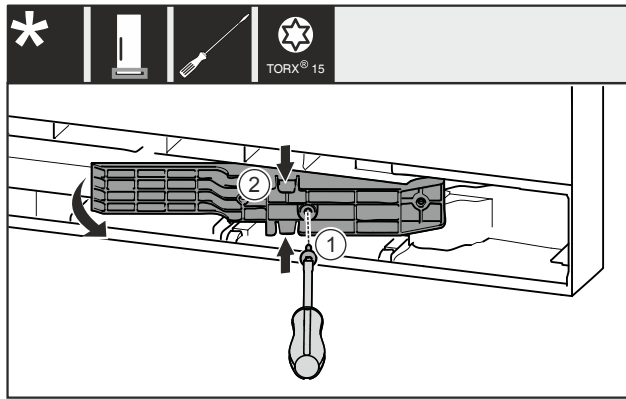

Fig. 11 \*
- Schraube Fig. 11 (1) entfernen.\*
- Adapterstück Fig. 11 (2) oben und unten leicht zusammendrücken und herausziehen.\*